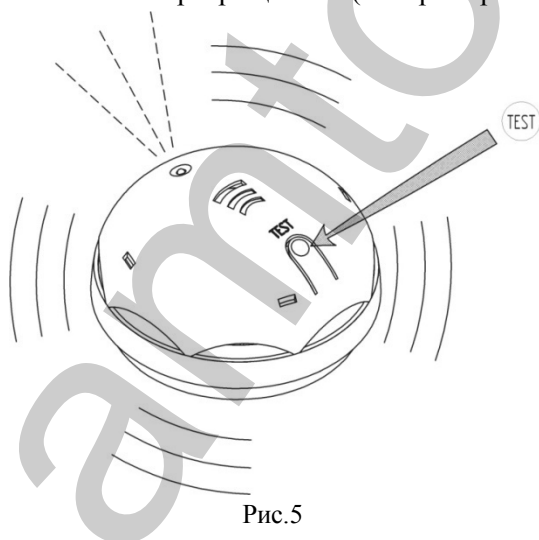

Рис.5
5.4.4 Нажать и удерживать в течение 3-5с кнопку ТЕСТ. Должен часто мигать оптический индикатор и прозвучать прерывистый звуковой сигнал. После отпускания кнопки звуковые и световые сигналы прекращаются (смотреть рис.5).